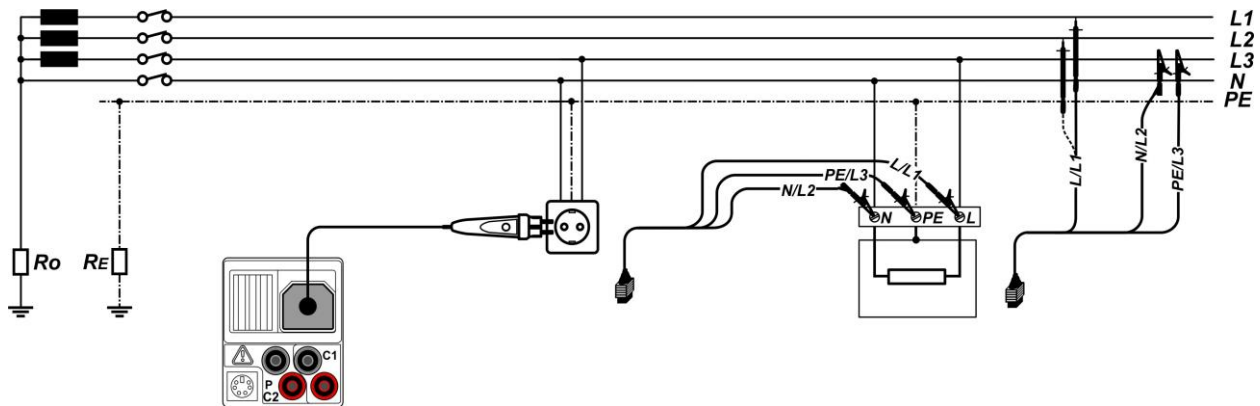

Abbildung 5.28: Phase-Neutraleiter- oder Phase-Phase-Leitungsimpedanzmessung – Anschließen des Stecker-Commanders und der 3-Leiter-Prüfleitung
- Schließen** Sie die Prüfleitungen am Prüfling an (siehe *Abbildung 5.28*)